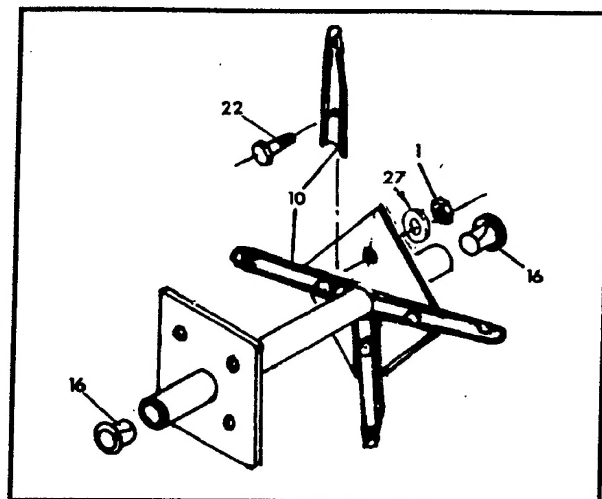

Fig. 3
(Voir Fig. 3) (Tube central (14) illustré)
- Assembler les dents (10) et les fixer à chaque plaque soudée (13 & 14) en utilisant des vis 5/16" x 3/4" (22) et des rondelles (1).
- Insérer la bague 3/4" (16) à chaque extrémité des tubes.
IMPORTANT: S'assurer qu'entre chaque morceau de tube se trouve une bague. (Voir Fig. 3).